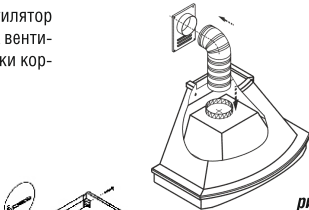

рис. 7
- 6.4 В зависимости от режима эксплуатации кухонной вытяжки соедините вентилятор с вентиляционной решеткой полужестким воздуховодом (рис. 7) или установите на вентилятор угольные фильтры. Угольные фильтры устанавливаются на защитные решетки корпуса вентилятора (рис. 7А)
рис. 7а